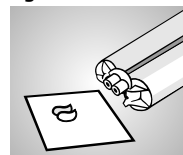

Fig. 3
L'applicazione della resina avviene con l'aiuto del sistema Automix2 (Fig. 2). Dopo l'inserimento della cartuccia nella pistola-dispenser, togliere la chiusura della cartuccia. Spingere fino a fare uscire una piccola quantità di materiale uniforme da ambedue le aperture (Fig. 3). Inserire la cannula di miscelazione sulla cartuccia osservando le guide poste su di essa. Bloccare girando l'una contro l'altra (Fig. 4). Il dosaggio adesso può avvenire individualmente. Dopo l'uso lasciare la cannula di miscelazione sulla cartuccia fino al prossimo impiego. Utilizzare esclusivamente le cannule di miscelazione **tempofit® premium** 10:1 blu!
- Per garantire una miscela omogenea: Prima dell'inserire la cannula di miscelazione, **sempre** fare uscire una piccola quantità di materiale, fino ad ottenere un **flusso omogeneo** e di base e del catalizzatore **dalle due aperture** della cartuccia (Fig. 3).